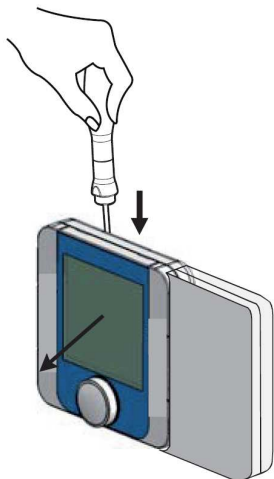
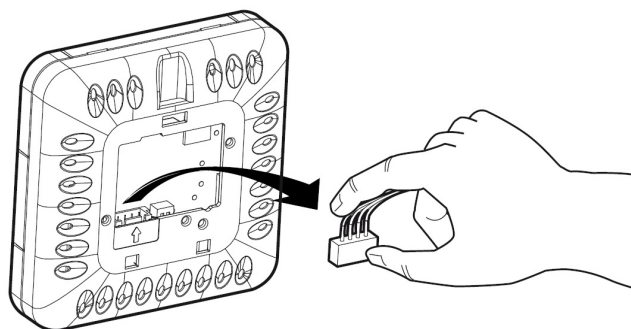
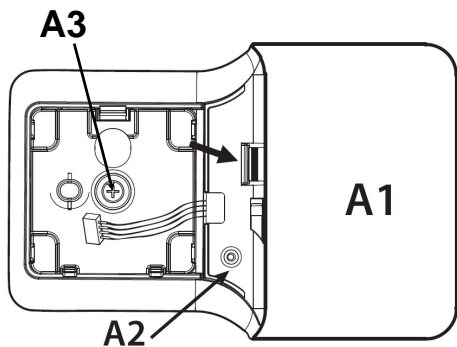

Fig. 4.3:
Fig. 4.4:
Fig. 4.5:
4.3 Montage du régulateur RT(H) Econ A
Le régulateur RT(H) Econ A est fixé directement en surface de paroi (voir les dimensions du régulateur voir Annexe Chap. 2.2). Détacher au moyen d'un tournevis la partie frontale du régulateur (écran) de sa partie arrière (support) (voir Fig. 4.3:). Retirer alors le câble 4 pôles (voir Fig. 4.4:). Pour faire apparaître les bornes de branchement, détacher la vis A2 et retirer le capot de la pièce de raccordement A1 (voir Fig. 4.5:). La partie inférieure peut être fixée au mur de telle sorte que la pièce de raccordement A1 soit montée à gauche ou à droite de l'écran. Pour obtenir la bonne position de montage de l'écran, détacher la vis A3. Faire pivoter
alors le support en fonction de la position de montage et le fixer définitivement en serrant la vis A3. Forer les perçages nécessaires au montage mural et fixer la partie inférieure du boîtier au moyen des vis et chevilles fournies avec le matériel. Raccorder aux bornes du régulateur prévues à cet effet la tension d'alimentation et le câble bus (voir Chap. 4.4 page F-5). Avant de replacer l'écran sur le régulateur, réenficher le connecteur à 4 pôles (voir Fig. 4.4:) (de manière à empêcher toute inversion de polarité). Accrocher d'abord la partie inférieure de l'écran, puis encliqueter sa partie supérieure.